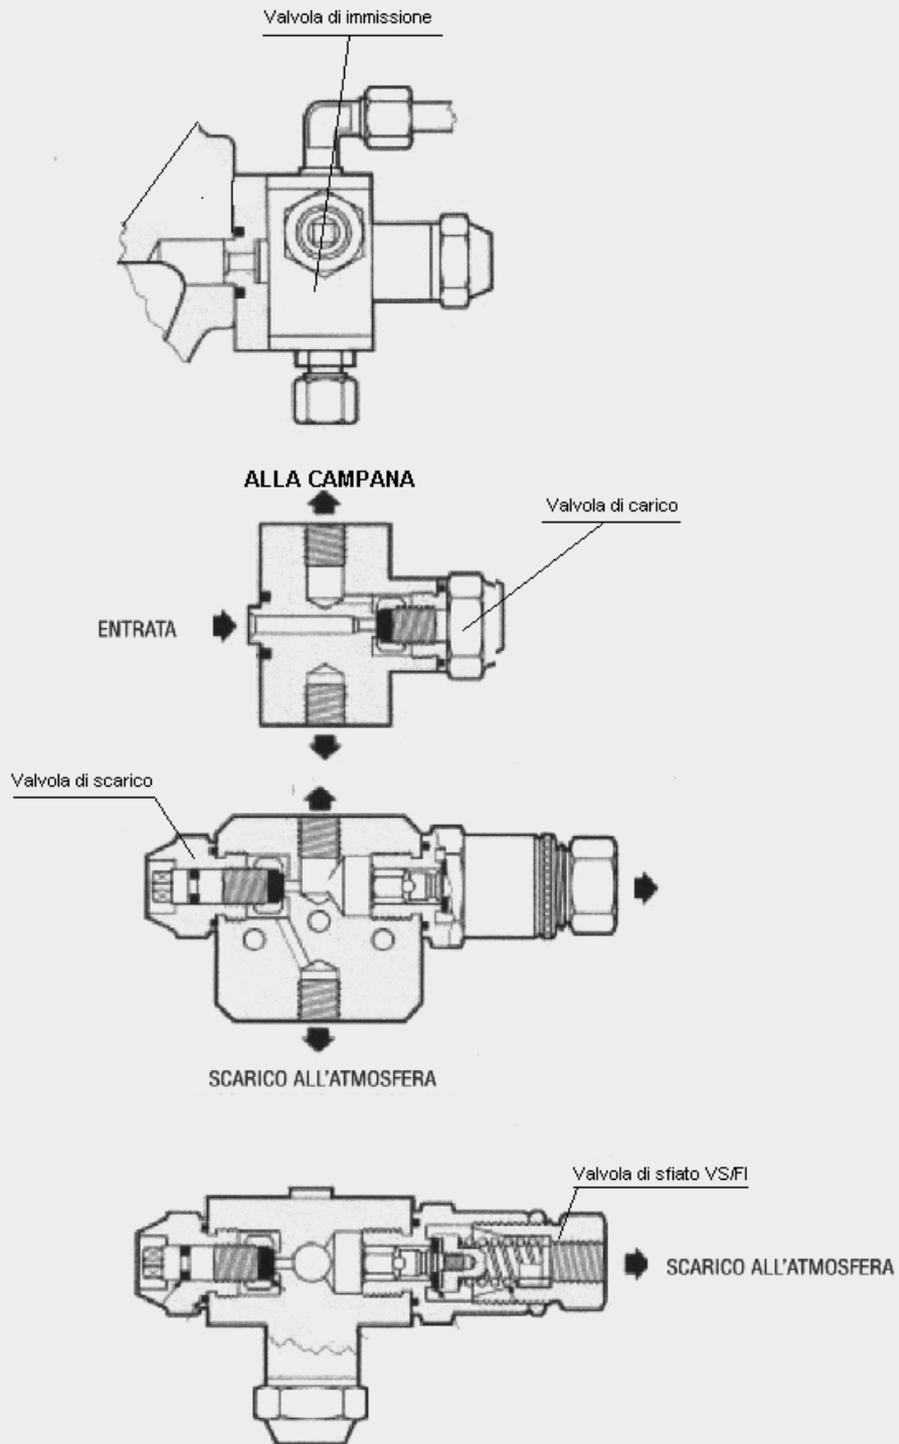

Figura 6
- Aprire lentamente la valvola d'intercettazione posta a monte del regolatore in modo da assicurare una piccola portata di gas attraverso la valvola di sfiato posta a valle del regolatore. Il regolatore, che al momento della prima pressurizzazione si trova in posizione di apertura per effetto del solo peso dell'equipaggio mobile, tende a chiudere perché vi è un iniziale invaso di gas dalla sede (4) che porta in pressione la parte di valle e quindi la camera (5).
- Completata tale prima fase, si può aprire lentamente la valvola di immissione (8) che immette gas nella camera (3). Si raggiunge in tal modo l'equilibrio tra le forze che agiscono sull'equipaggio mobile e quando si supera tale equilibrio l'otturatore si apre lasciando passare gas verso valle; l'equilibrio si ristabilisce attraverso la presa di impulso che connette la camera (5) con la tubazione di valle.
Eventuali correzioni della taratura si possono effettuare immettendo gas nella camera statica attraverso la valvola (8) per aumentare il valore di taratura, oppure scaricandolo attraverso la valvola (10) per diminuire il valore di taratura (vedi figura 6).
La camera (3) e la camera (5) sono protette da eventuali sovrappressioni ciascuna da una valvola di scarico (valvola VF/SI) regolabili (vedi figura 6), già installate in fabbrica.